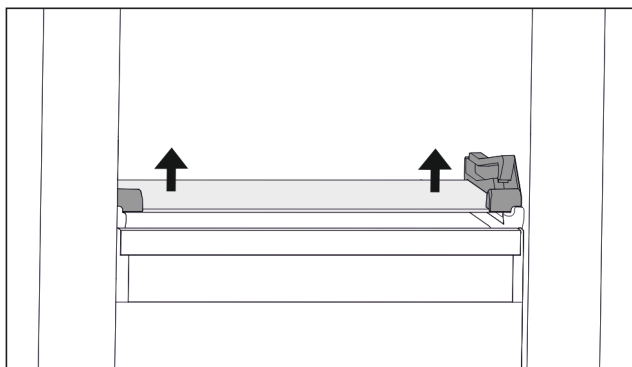

Fig. 131 Płyta szklana szuflady odchylanej
- ▶ Docisnąć płytę szklaną od dołu do góry po obu stronach. (patrz Fig. 131)